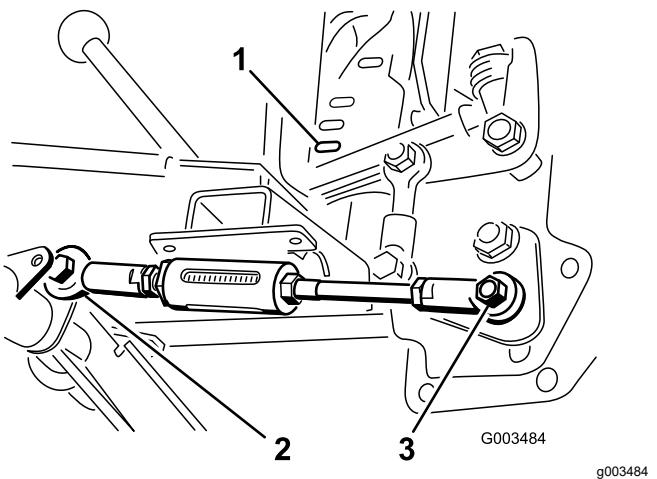

Figura 8
6. Spostate la maniglia di sollevamento fino a quando il foro del giunto a sfera non si trova allineato al foro sul lato destro della leva per l'asta regolabile presente sul tubo orientabile, e fissate l'asta alla leva mediante un bullone (½" x 1½") e un dado di bloccaggio (½") come illustrato in Figura 8.